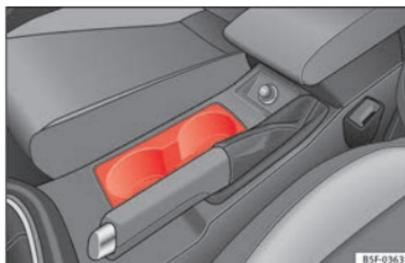

Abb. 159 Mittelkonsole: Getränkehalter vorne.
- Stellen Sie die Getränke in den Halter » Abb. 159. Der Halter bietet Platz für zwei Getränke. In den Türverkleidungen können